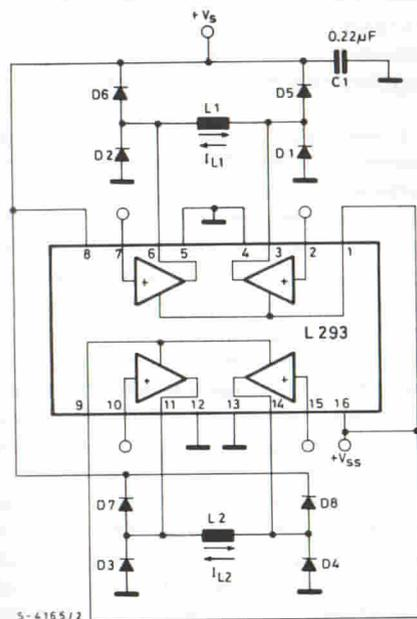

Fig. 1 - Sistema di comando di un motore passo-passo a due fasi realizzati con il c.i. L 293. (Schema originale SGS-ATES).
Fig. 1 - Illustrazione del concetto di interruzione della tensione di rete in corrispondenza del suo passaggio per lo zero. Partendo dall'alto: indicazione dell'interruttore; tensione alternata della rete; azione sulla tensione della rete di un interruttore che interrompe (o chiude) il circuito in corrispondenza del passaggio per lo zero della tensione della rete; azione sulla stessa tensione di rete di un interruttore a bimetallo.
Fig. 1 - Sistema di alimentazione del timer mediante tensione di rete. a = fase della rete (R) applicata a V_s ; b = neutro della rete (MP) collegato alla massa dell'integrato.